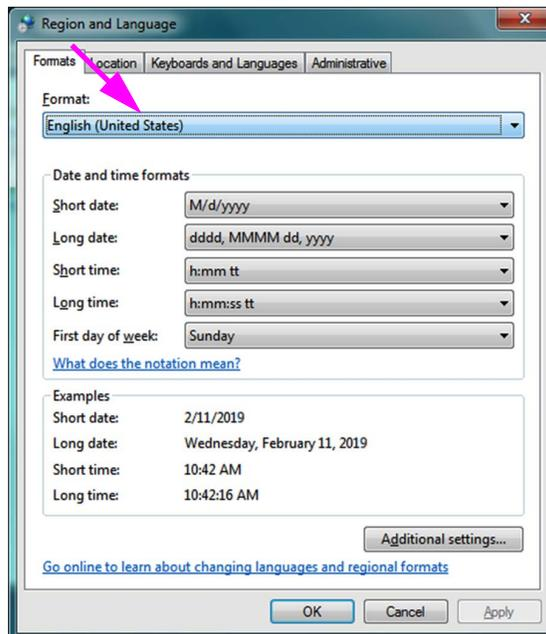

Abbildung C-15. Dropdown-Fenster „Region and Language“ (Region und Sprache) – Registerkarte „Formats“ (Formate)
- Das Fenster „Region and Language“ (Region und Sprache) wird angezeigt (vgl. Abbildung C-15).